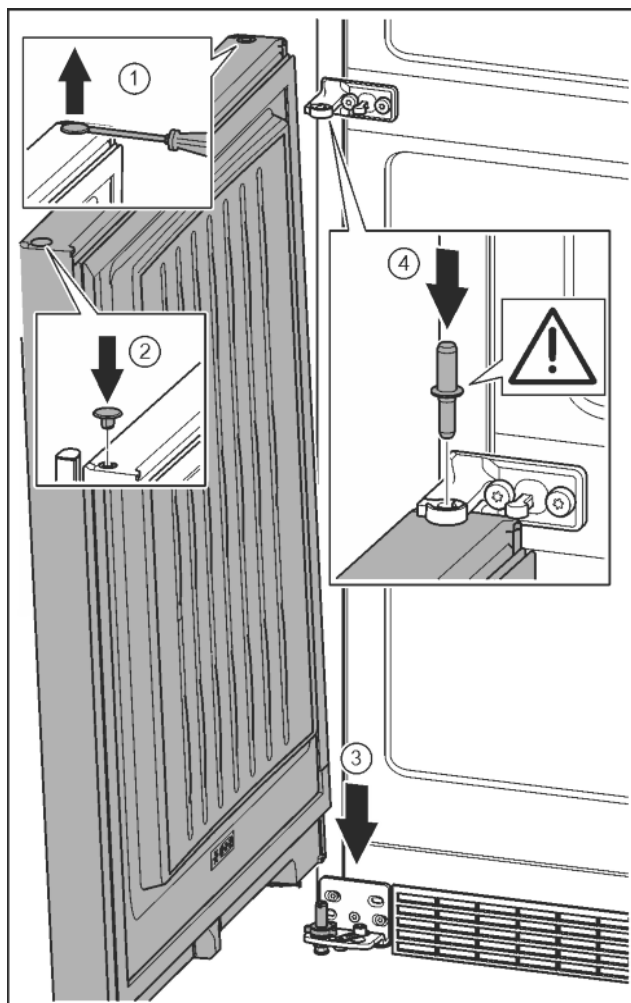

Fig. 23
- ▶ Zátku opatrně nadzvedněte plochým šroubovákem a vytáhněte. Fig. 23 (1)
- ▶ Zátku opět vložte na druhé straně dveří. Fig. 23 (2)
- ▶ Dveře nasadte shora na dolní ložiskový čep. Fig. 23 (3)
- ▶ Prostřední ložiskový čep vložte do dolních dveří přes prostřední stojan ložiska. Přitom dávejte pozor, aby zajišťovací vačka směřovala dozadu. Fig. 23 (4)